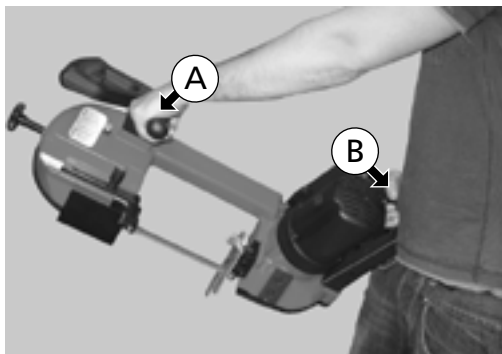
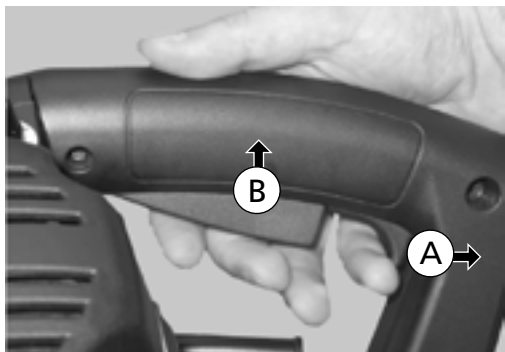

Fig. 42
Fig. 43
Para realizar el corte manual con la sierra de cinta en modo portátil, coja el mango superior con la mano izquierda y el mango inferior con la derecha (Fig. 42).
Elementos de Fig. 42
Con la sierra de cinta sujeta del modo indicado anteriormente (Fig. 42), pulse primero hacia atrás el accionador de desbloqueo (A) y luego hacia arriba el accionador de marcha (B). Ambos gatillos se encuentran situados en el mango inferior (Fig. 43).
Elementos de Fig. 43